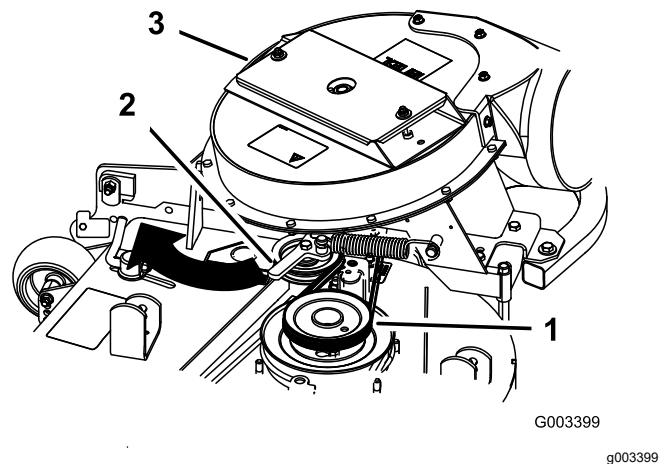

Figure 20
5. Tirez la poulie de tension rappelée par ressort vers l'arrière et chaussez la courroie sur la poulie du tablier de coupe (Figure 20).